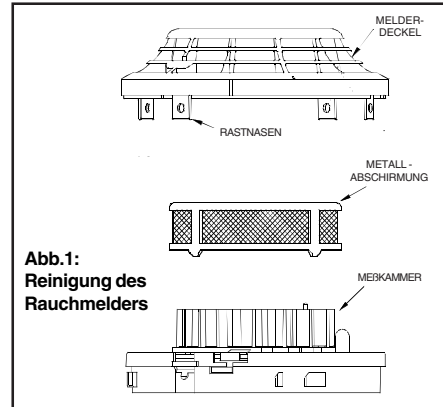

Abb.1: Reinigung des Rauchmelders
2. Lösen Sie behutsam jede der vier Halterungen und entfernen Sie die Abdeckung (siehe Abb.1).